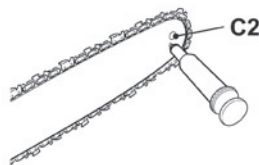

Fig. 68
- > Con una pistola de engrase desechable, inserte la punta de aguja en el orificio de lubricación (C2) e inyecte grasa hasta que aparezca en el borde exterior de la rueda dentada (Fig. 68).